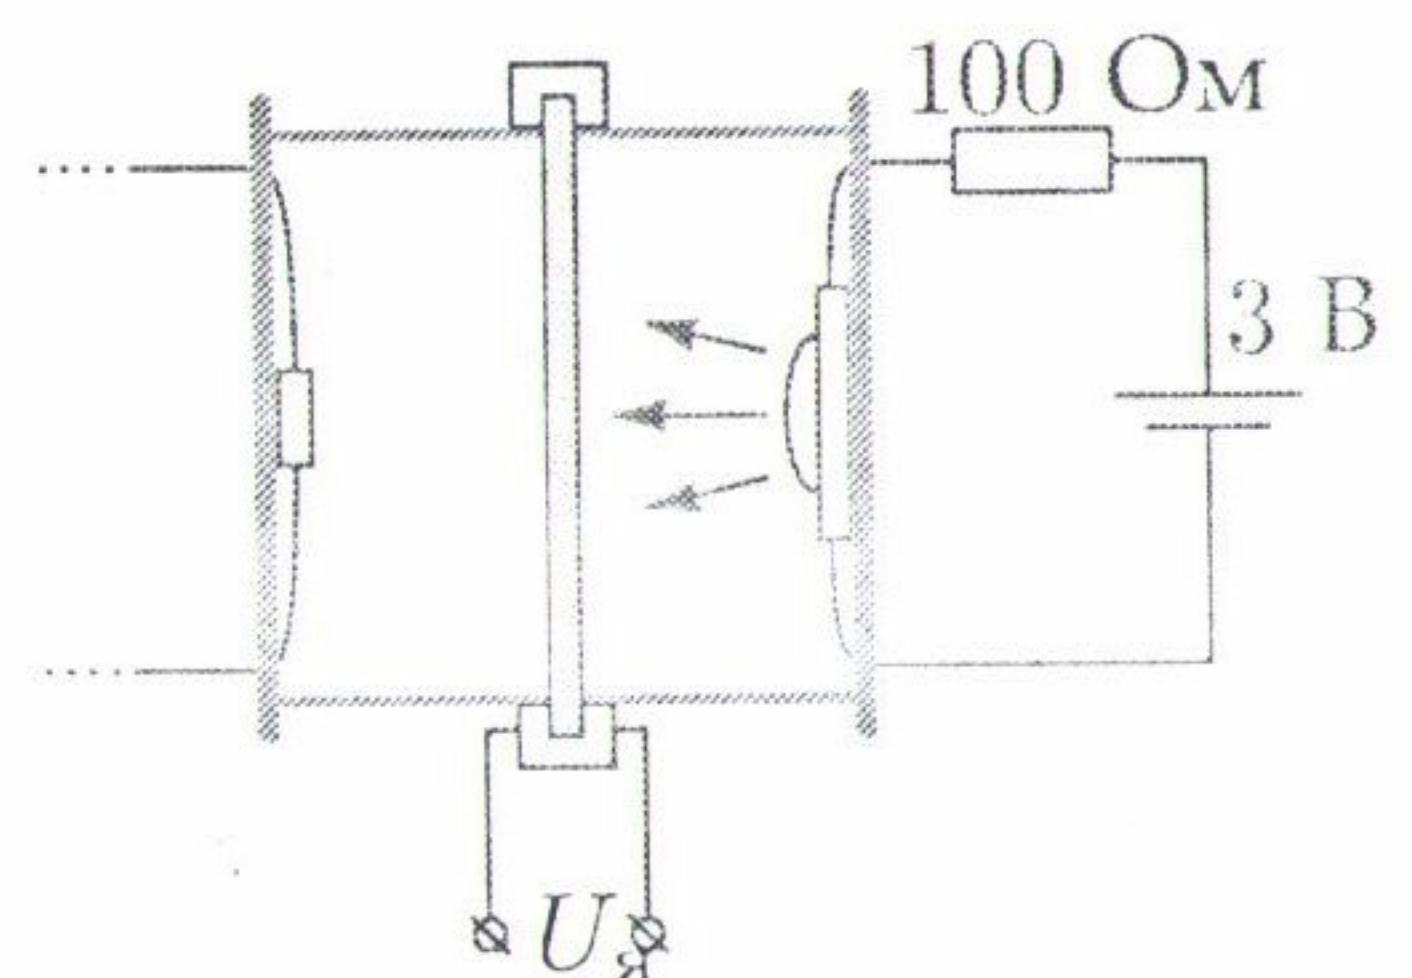

Рис. 2
1. Соберите установку, указанную на схеме (рис. 2). Закрепите ЖК-ячейку между корпусами фото- и светодиодов. Корпуса должны плотно соприкасаться с ячейкой, чтобы уменьшить фоновую засветку. Сверху накройте установку чёрной плёнкой (закрепите резинкой). Снимите зависимость интенсивности прошедшего света $I_{\text{пр}}$ (в относительных единицах) от напряжения $U_{\text{я}}$ на ячейке. Исследуйте диапазон $U_{\text{я}}$ от 0 В до 9 В. ЖК-ячейка является неполярной. Для измерения интенсивности света пользуйтесь люксметром (см. примечание).